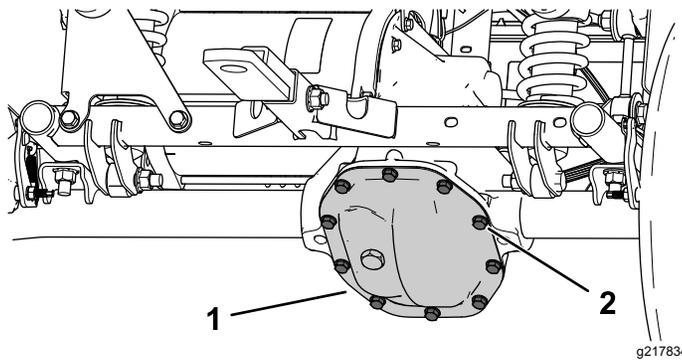

图 52
1. 对齐驱动桥盖下的排放盘图 52。
2. 拔掉驱动桥盖上的螺栓让液体完全排出图 52。